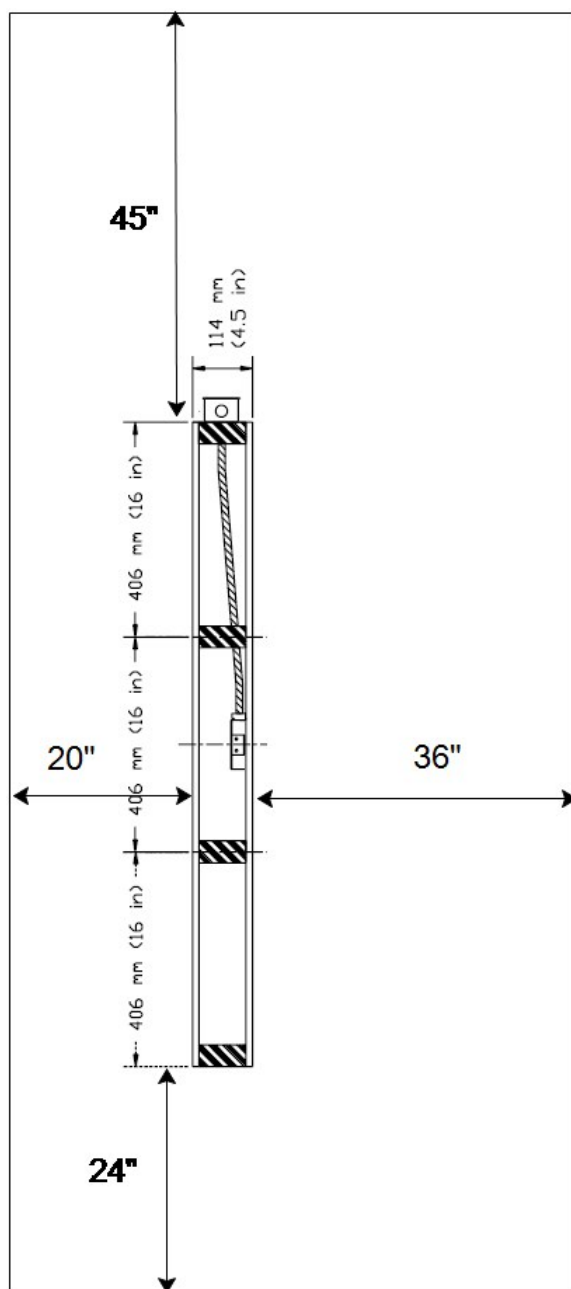

图 7-48 空气尺寸
- 墙的后方 20"，如图 7-48 所示。
(2) 嵌壁式灯具